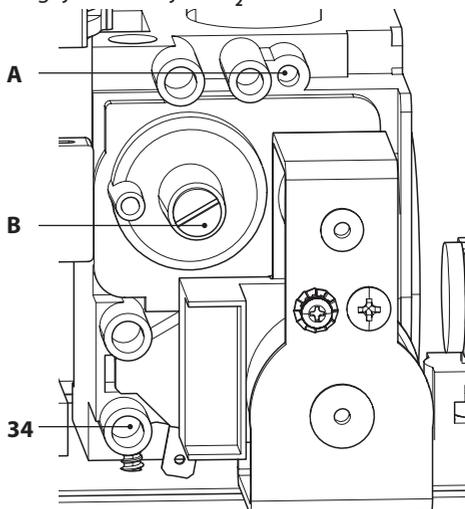

Figura 7.6
- Con la caldera apagada (fuera de servicio), compruebe la presión de alimentación usando la toma 34 en la Figura 7.6 y compare el valor indicado con los mostrados en la tabla Presiones de alimentación de gas en la sección "Datos técnicos M260MK.2025 SM/T" en la pág. 30 y "Datos técnicos M260MK.2530 SM/T" en la pág. 34.
- Vuelva a cerrar bien la toma de presión 34 en la Figura 7.6.
- Para calibrar el **CO2** de la caldera (presión del gas en el quemador) desenrosque completamente el tapón de protección de latón **B** y regule el tornillo Allen Ø 4 mm situado debajo Figura 7.6: girando en el sentido de las
- Si los dos datos no coinciden, ajuste el tornillo de regulación de máximo RQ (A en la Figura 7.6) de la válvula de gas y calibre el  $\text{CO}_2$  al valor indicado en la sección "Datos técnicos M260MK.2025 SM/T" en la pág. 30 y "Datos técnicos M260MK.2530 SM/T" en la pág. 34 en la tabla "Datos en agua sanitaria". Girando en el sentido de las agujas del reloj el  $\text{CO}_2$  se reduce.